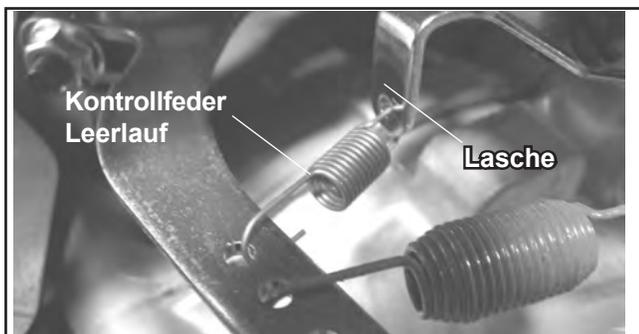

Abbildung 5-7. Position der Kontrollfeder des Leerlaufs.
Einige Motoren verfügen über ein optionales Kontrollsystem für die Leerlaufdrehzahl. Der Zweck dieses Systems besteht darin, die Leerlaufdrehzahl auf dem gewünschten Wert zu halten, auch wenn die Umweltbedingungen (Temperatur, Störlasten, usw.) sich ändern. Motoren mit dieser Eigenschaft verfügen über eine kleine Sekundärfeder zwischen dem Reglerhebel und der unteren Einstelllasche der Haupthalterung. Siehe Abbildung 5-7.
- Den Hebel des Drehzahlreglers loslassen und den Motor auf den kontrollierten Leerlauf zurückkehren lassen. Mit einem Tachometer überprüfen und mit der vom Hersteller der Ausrüstung empfohlenen Leerlaufdrehzahl vergleichen. Die kontrollierte Leerlaufdrehzahl (U/Min.) liegt in der Regel um (ca.) 300 U/Min. über der niedrigen Leerlaufdrehzahl. Ist eine Einstellung erforderlich, so ist die Einstelllasche auf die Kontrolleinheit der Drehzahl zu biegen. Siehe Abbildung 5-7.